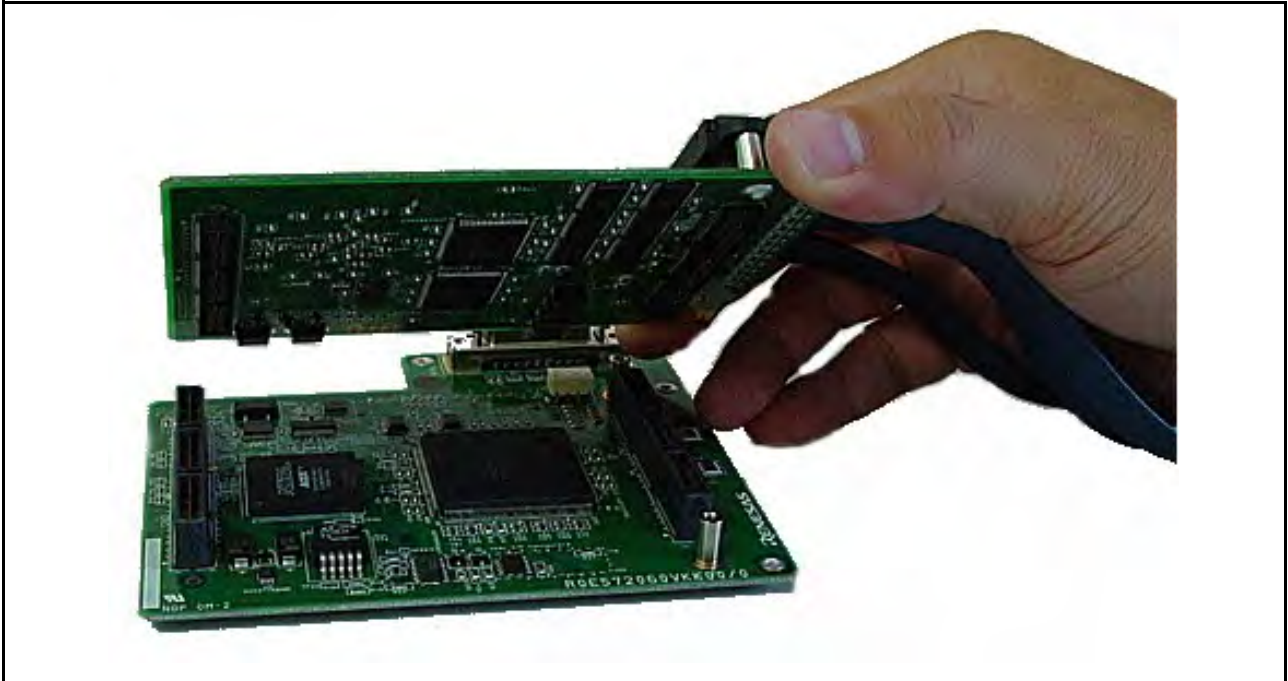

图 2.13 将外部总线跟踪单元连接至 EV 芯片单元
- 外部总线跟踪单元与 EV 芯片单元一同使用时，将外部总线跟踪单元连接至 EV 芯片单元，如图 2.13 所示。